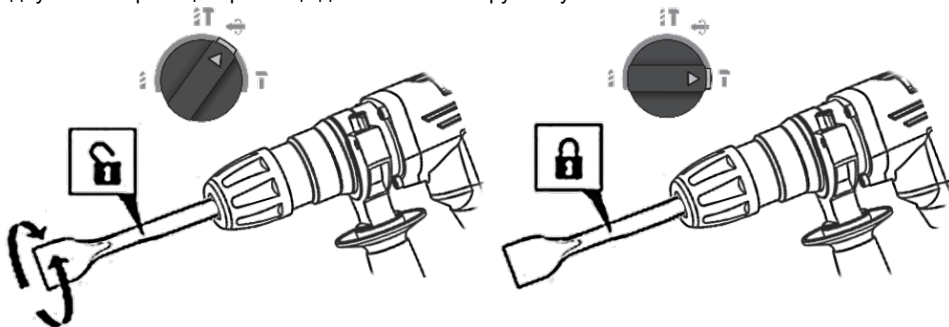

Рисунок 3
3.5 Для вибору та фіксації потрібного положення довбального інструменту (зубило, піка, штробник тощо), необхідно (дивіться рисунок 3):